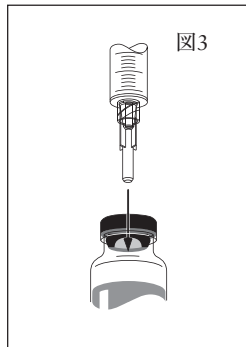

図3
- 5) 薬剤を吸引する。バイアルアクセスをバイアルから抜き、青い矢じりはバイアルのゴム部に突き刺したまま廃棄する（図3）。